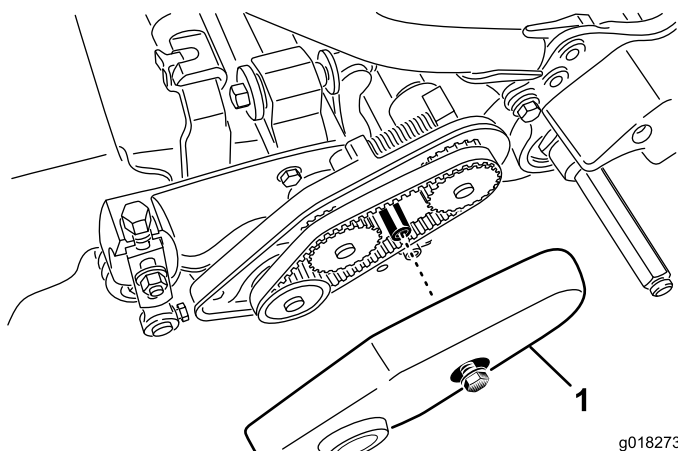

Figure 41
1. Desserrez le boulon à embase qui fixe le couvercle de la courroie et déposez le couvercle pour exposer la courroie (Figure 41).